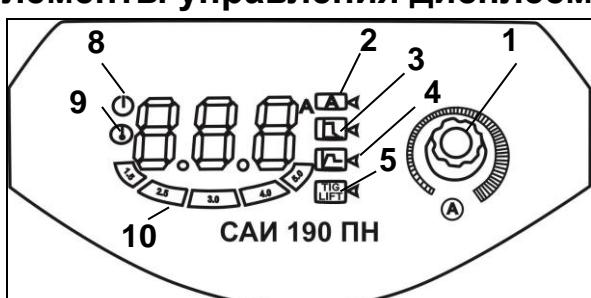

Рис.2 Элементы управления дисплеем
2. Индикатор тока – при выборе данного режима с помощью вращения переключателя 1(рис.2,3) можно регулировать величину тока. При этом, на дисплее будет отображаться рекомендуемый диаметр электрода.
4. Индикатор функции Горячий старт (Hot Start) - при выборе данного режима с помощью вращения переключателя 1 (рис.2,3) можно регулировать величину форсажа дуги в диапазоне от 1 до 10, где каждая цифра означает увеличение тока в % («1» означает увеличение выставленного на дисплее тока на 10%, «2» - на 20%, ... «10» - означает увеличение выставленного тока на дисплее в 2 раза.